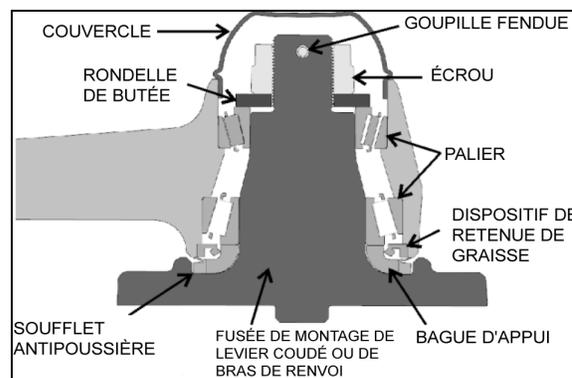

FIGURE 28: MOYEU DE LEVIER COUDÉ OU DE BRAS DE RENVOI
2. Démonter le couvercle (Figure 28).
3. Enlever la goupille fendue, l'écrou et la rondelle de butée fixant le levier coudé ou le bras de renvoi au châssis du véhicule. Déconnecter la fusée de montage du levier coudé ou du bras de renvoi. Enlever les paliers, le dispositif de retenue de graisse, la bague d'appui et le levier coudé ou le bras de renvoi de sa fusée de montage (Figure 28).
Poser le dispositif de retenue de graisse conformément à Figure 28. La graisse doit pouvoir évacuer le mécanisme de levier coudé ou de bras de renvoi. Pour la pose du dispositif de retenue de graisse, utiliser l'outil Prevost n° 110683.